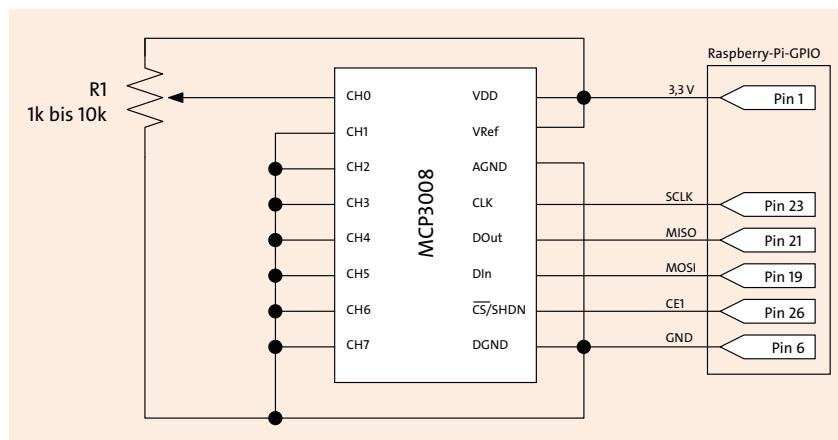

Abbildung 12.6 Pinbelegung und Verdrahtung des MCP3008
- ▶ **CHO–CH7:** Dies sind die acht verfügbaren Analogeingänge des Bauteils. Hier schließen Sie die analogen Spannungen an. Im Schaltplan ist ein Poti eingezeichnet, über dem an CH0 eine Spannung von 0 bis 3,3 V abfallen kann (siehe Abbildung 12.6). Unsere Versuche zeigten, dass die ungenutzten Eingänge ein starkes Rauschen verursachen, wenn sie in einem undefinierten Zustand bleiben. Daher ist es sinnvoll, alle nicht belegten Eingangskanäle fest auf Masse zu legen.
Sie sehen, dass Sie in der Schreibweise der Bits relativ frei sind. So können Sie die Werte binär, dezimal oder als Hexwert angeben. Ihr komplettes Python-Programm für den im Schaltplan gezeigten Aufbau (siehe Abbildung 12.6) könnte nun wie im folgenden Listing aussehen: